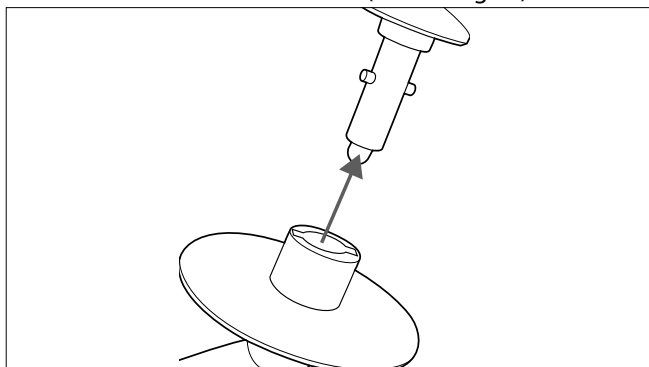

Fig. 6 – Far scorrere l'accessorio di mescolamento sul supporto
- ▶ Inserire l'accessorio di mescolamento nel supporto nel braccio meccanico dal basso (vedere Fig. 6).